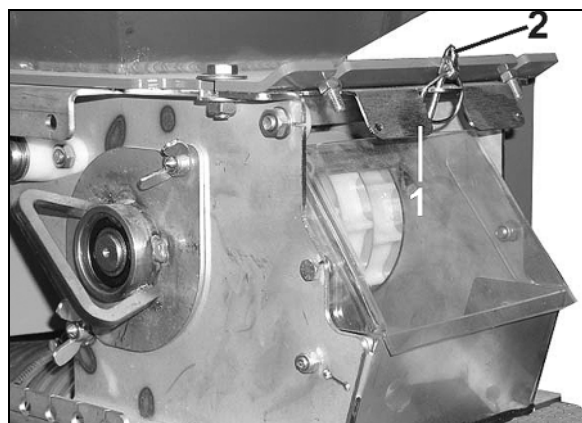

Рис. 56
2. По ступеням (Рис. 56) поднимитесь на семенной бункер.